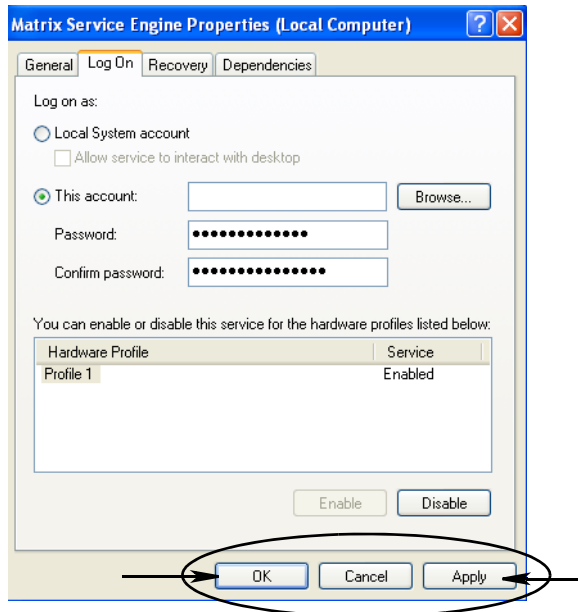

FIG. 60
- Si el ordenador no puede encontrar el nombre de usuario, aparecerá el mensaje de error que se representa en la FIG. 60, página 55. Continúe al paso j.
- i. Haga clic en el botón Aplicar para aplicar los cambios y después en el botón Aceptar (FIG. 60).